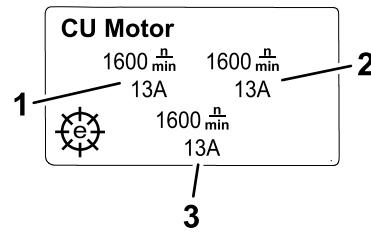

Bild 21
- **Informationsbildschirm für den Motor der Schneideeinheit (Bild 21):** Zeigt